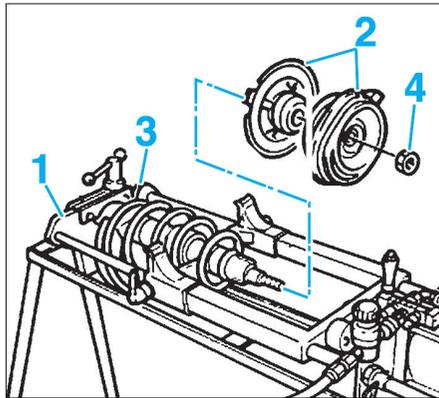
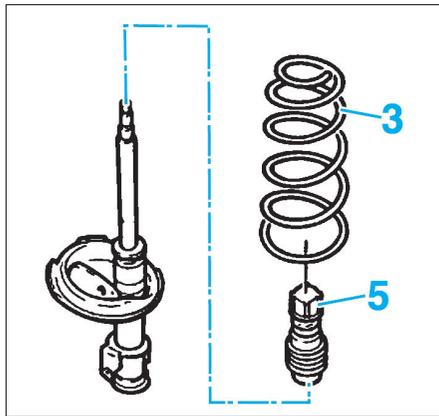

FIG. 5
FIG. 6
- À l'aide d'un compresseur adapté (1) fixé dans un étau, comprimer le ressort (3) de suspension jusqu'à soulager la pression qu'il exerce sur la coupelle supérieure (2) de fixation du ressort (Fig.5).
- Dévisser l'écrou (4) de la tige d'amortisseur et déposer la coupelle supérieure (2).
- Déposer ensuite le soufflet de protection (5), le ressort (3) (Fig.6).